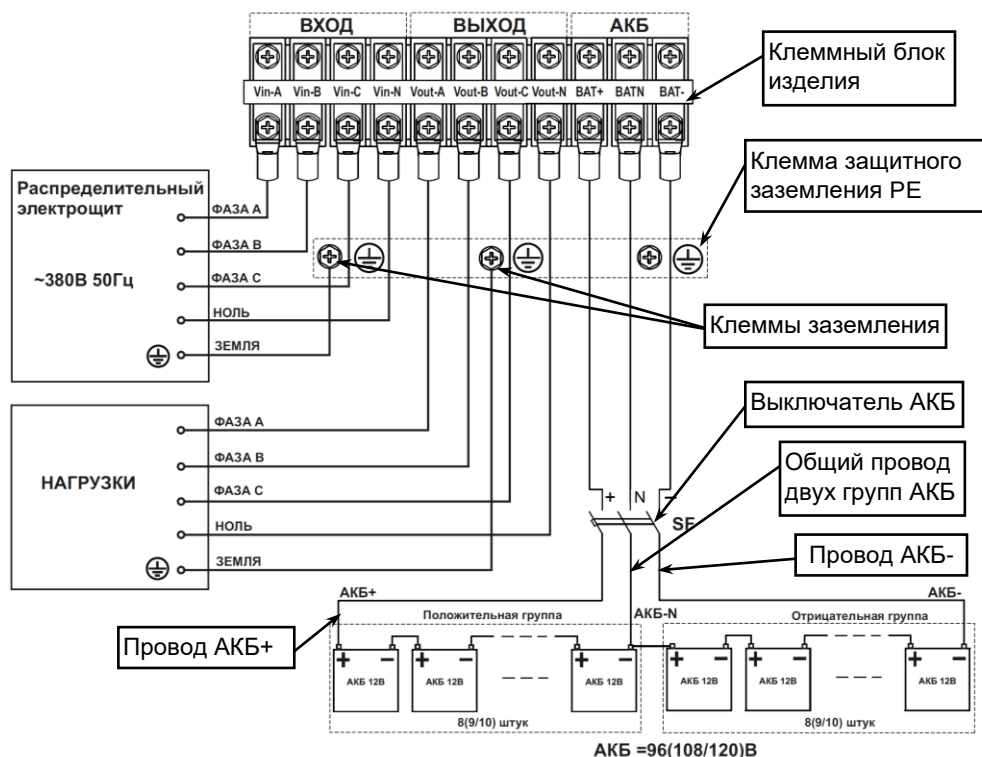

Рисунок 23 — Схема подключения изделия и монтажа аккумуляторной батареи.
- Включите защитный автоматический выключатель АКБ (SF) или выключатель группы предохранителей (при их использовании), см рисунок 23.
Между АКБ и изделием должен быть подключен DC — совместимый термоманитный трехполюсный защитный автоматический выключатель SF, (или другое устройство защиты, например группа предохранителей с трехполюсным выключателем), расположенный как можно ближе к АКБ, см. рисунок 23.
- номинальное напряжение выключателя должно быть не менее рабочего напряжения положительной/отрицательной группы АКБ (см. рисунок 23);
Затем выполнить, **с соблюдением полярности**, последовательное соединение аккумуляторных батарей 12В, в соответствии с двуполярной схемой (см. рисунок 23) при помощи перемычек АКБ (**перемычки АКБ в комплект поставки НЕ входят**).
- Проводники фаз А, В, С и провод N питающей линии от распределительного щита, предназначенные для подключения на входы изделия, должны быть обесточены (см. рисунок 23)
- подключение кабелей к клеммному блоку выполняйте в соответствии со схемой (см рисунок 23) и маркировкой, нанесенной на клеммном блоке изделия;
- подключите провода заземления кабелей подключения питающей сети и нагрузки к соответствующим клеммам заземления изделия (см. рисунок 23);
- к клеммам заземления каждого изделия подключите провода заземления кабелей подключения питающей сети и нагрузки (см. рисунок 23);